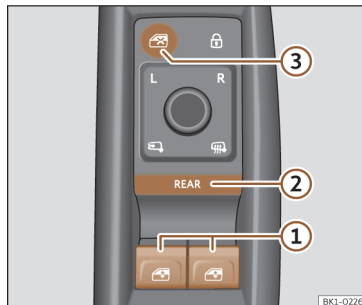

Abb. 80 Ausschnitt der Fahrertür:
>>> **(Abb. 80) ①** bedient werden.
>>> **(Abb. 80) ②**, um die Bedienung der elektrischen Fensterheber der Türen **hinten** zu aktivieren. Wenn die Bedienung der elektrischen Fensterheber der Türen hinten aktiviert ist, leuchtet die Tasterleuchte auf.
Betätigen Sie den Taster >>> **(Abb. 80)**